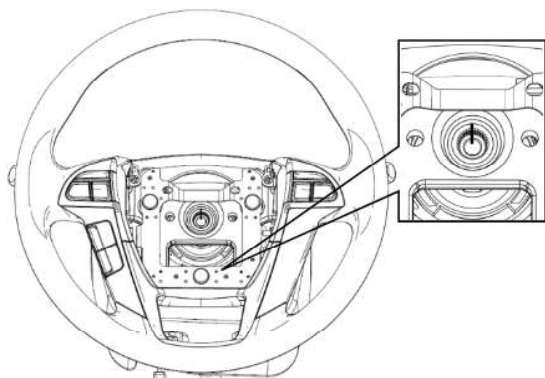

图 4-16
- (3) 在转向盘总成和转向管柱及万向节总成上做好配合标记。如图4-16所示。